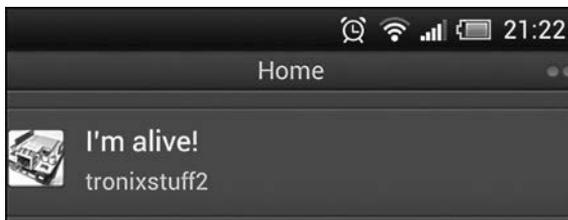

Рис. 19.4. Сообщение, отправленное платой Arduino
Так же как в проекте 60, вставьте свой IP-адрес в строке ❶ и измените MAC-адрес в строке ❷, если необходимо. Затем вставьте ключ доступа к Twitter в строке ❸, заключив его в двойные кавычки. Наконец, в строке ❹ вставьте текст, который требуется послать. Теперь загрузите скетч и подключите собранное устройство к сети. (Не забудьте подписаться на получение сообщений, созданных под учетной записью Arduino!) Примерно через минуту откройте свою страницу в Twitter — на ней должно появиться сообщение, показанное на рис. 19.4.